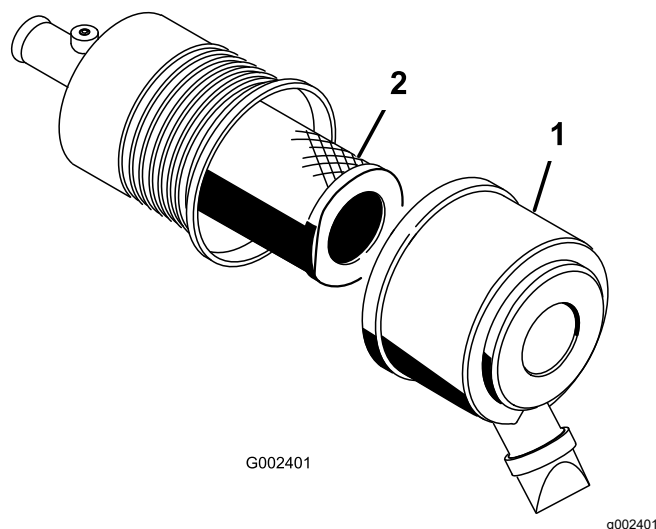

Figure 50
2. Desserrez les attaches qui fixent le couvercle sur le boîtier du filtre à air (Figure 50).
3. Déposez le couvercle du boîtier du filtre à air (Figure 50).
5. Déposez et remplacez le filtre (Figure 50).